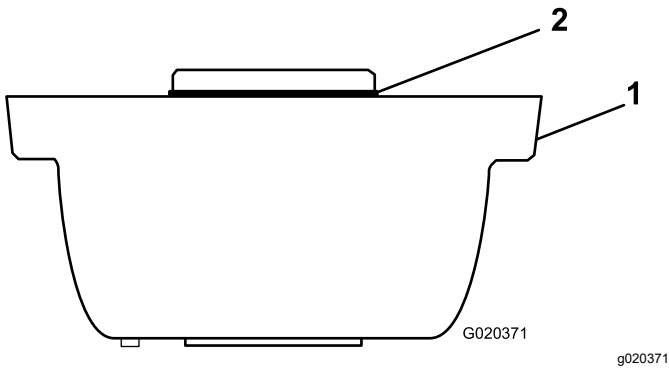

Bild 3
1. Montieren Sie den O-Ring auf dem Rollenbürstengehäuse wie in Bild 3 dargestellt.